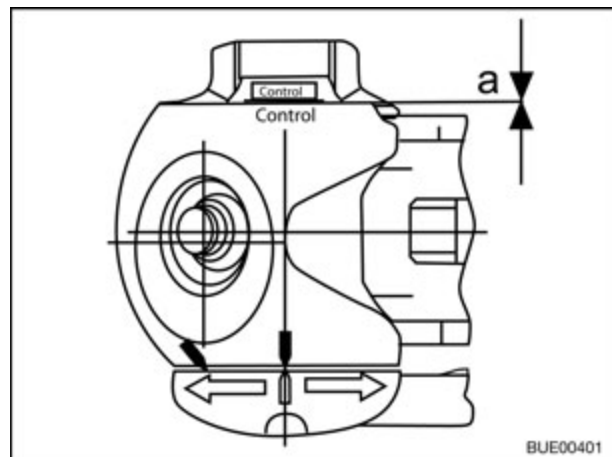

Fig. 150 Contrôle d'usure
- Distance $a = 0$ (Fig. 150) :